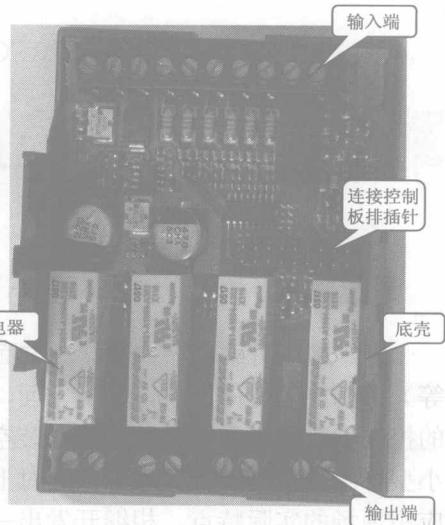

图 1-3 LOGO! 基本型的采样—驱动板
(2) LOGO! 基本型的I/O采样—驱动板。LOGO! 基本型(也包括经济型)的接线均在其I/O采样—驱动板上完成,卸下控制板的I/O驱动板,如图1-3所示。